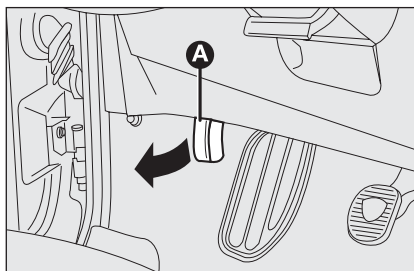

fig. 81
- tirer le levier **A-fig. 81** dans le sens indiqué par la flèche;